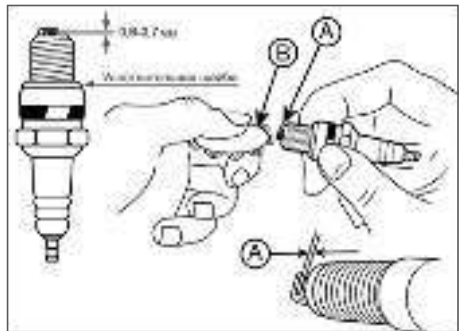

Рис. 7 Проверка зазора между электродами
4. Измерьте зазор А между электродами свечи зажигания специальным щупом В. Зазор должен быть 0,6-0,7 мм (Рис. 7). При увеличении или уменьшении требуемого зазора рекомендуется заменить свечу, так как регулировка зазора может привести к изменению качества искрообразования.